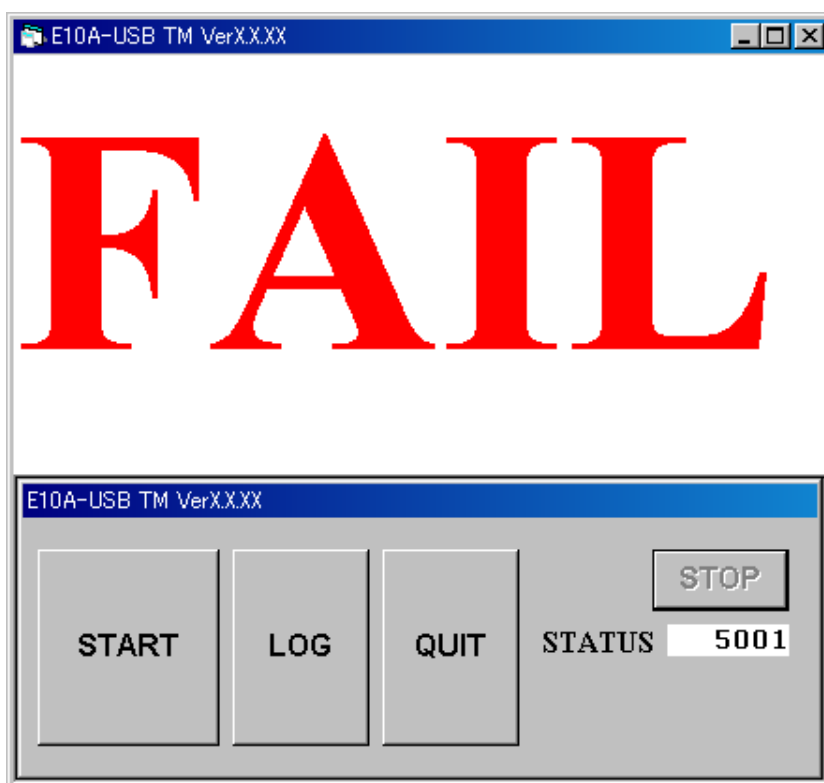
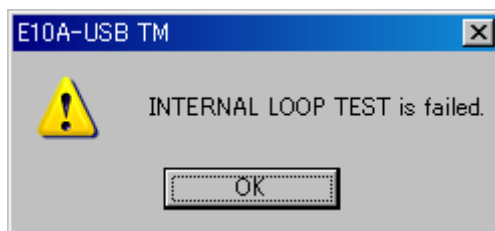

図 11 "FAIL"表示
図 12 エラーメッセージ例
- (4) 図11, 図12はエラー発生時の例ですが, "INTERNAL LOOP TEST is failed"のメッセージが表示され, エラーSTATUSが "5001" の場合は, 原因としてE10A-USB本体のスイッチ設定が誤っている場合も考えられます。E10A-USB本体のスイッチがSW1=1, SW2=0, SW3=1に設定されているかご確認ください。